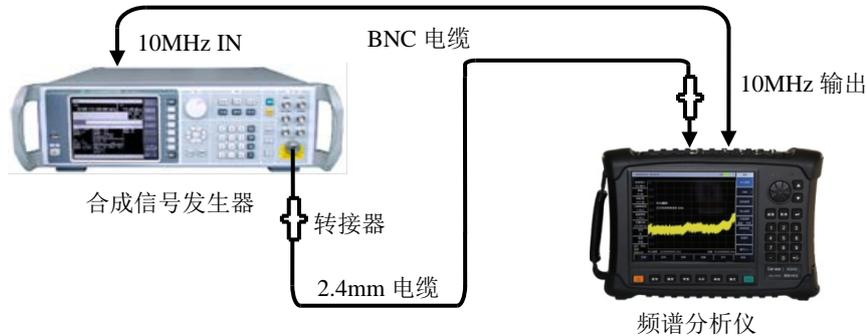

图 13-17 输入衰减器转换不确定度测试设置
- 1) 按图 13-17 连接测试设备，频谱分析仪为合成信号发生器 1464C 提供频率参考。
- 8) 如图 13-17 连接测试设备，选择合适的转接器，4024 频谱分析仪为信号发生器提供频率参考。4024A/B/C 频谱分析仪参照步骤 1~7 分别测试 50MHz 和 6GHz 两个频率点的衰减器切换不确定度指标并记录至《4024 频谱分析仪记录表》中。